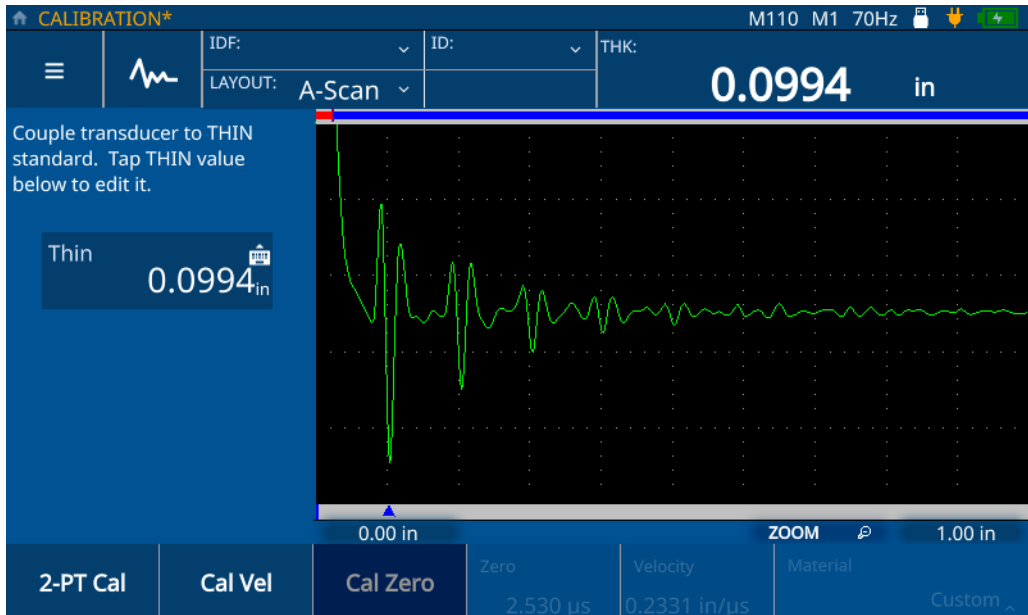

図 5-10 ゼロ点校正 (2-PT 校正)
7. 画面の校正手順の指示に従って、最小厚さが既知のサンプルに探触子をつなぎます (51 ページの図 5-10 参照)。